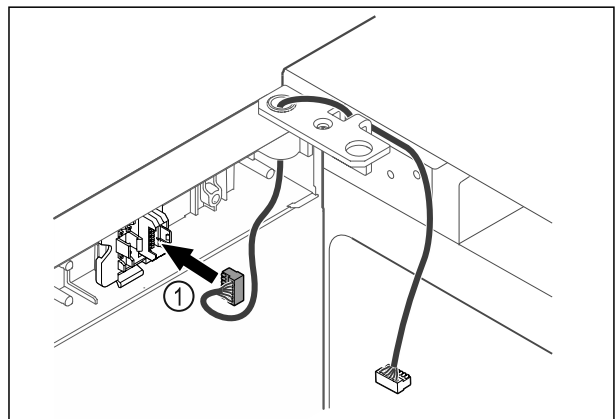

Fig. 47
- ▶ Вкарайте щекера Fig. 47 (1) в държача на щекера.